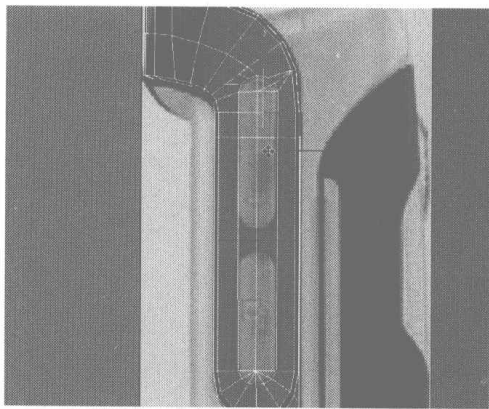
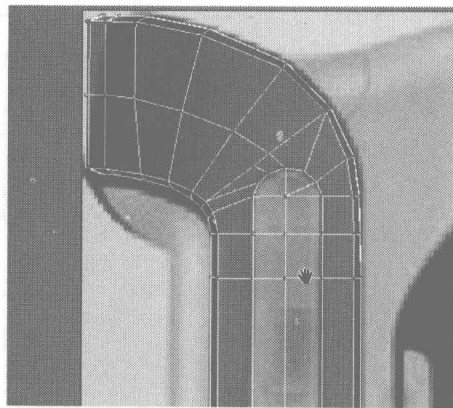

图 4.420
图 4.421
- 09** 添加如图 4.420 所示的细分线，并再调整其他部分的节点与曲线，效果如图 4.421 所示。